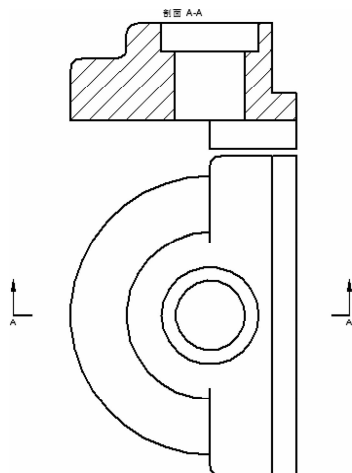

图 9-177 放置全剖视图位置
(6) 把主视图的视图删除后，将所生成的全剖视图放置在原来主视图的位置，如图 9-177 所示。